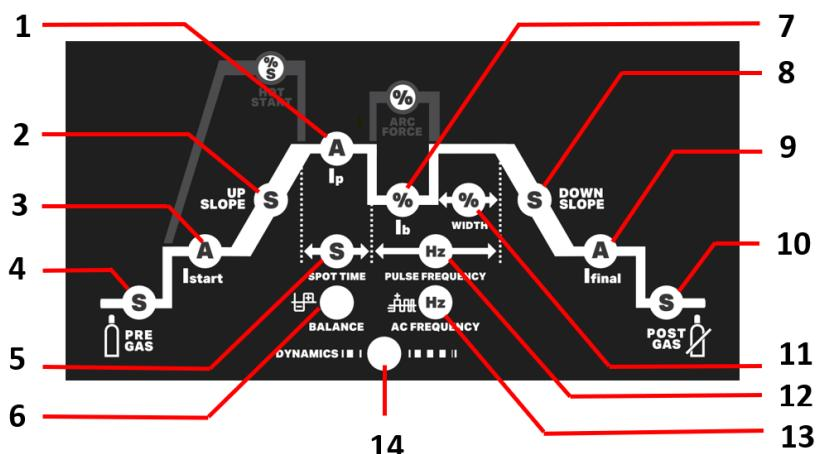

Fig. 4 – Paramètres TIG
**Soudage TIG HF / LIFTIG****Pour TP 204 ACDC (Voir les Article de la Fig. 4)**